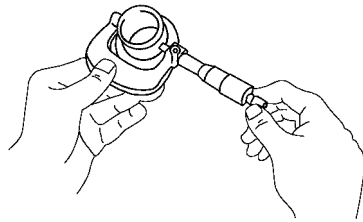

图 10-15 用千分尺测量内座圈的外径
4) 使用千分尺测量内座圈的外径, 如图 10-15 所示。